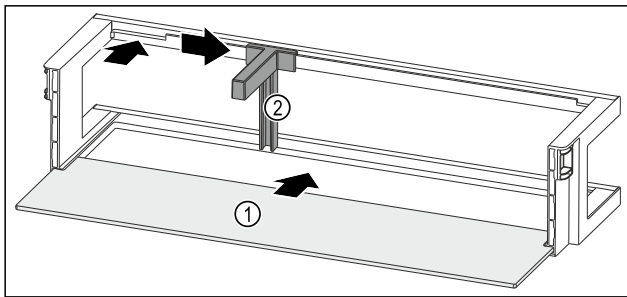

Fig. 137 Türabsteller mit Abstellfläche
- ▶ Abstellfläche Fig. 137 (1) in die seitlichen Einsparungen einschieben.
- ▶ Flaschenhalter Fig. 137 (2) in die Aussparung einsetzen.
- ▶ Flaschenhalter Fig. 137 (2) in gewünschte Position zur Seite schieben.